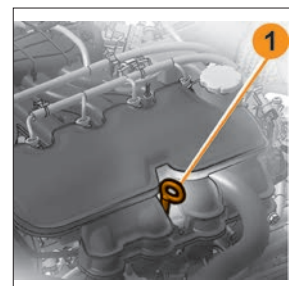

Рис. 4. Проверка уровня масла в картере двигателя
В варианте исполнения автомобиля LADA Vesta для зарядки аккумуляторов внешних периферийных устройств (ноутбук, планшетный компьютер, смартфон) предусмотрена розетка USB (рис. 4, поз. **2**) с номинальным напряжением 5 вольт (V) и номинальным током нагрузки не более 2 ампер (A). Для подключения заряжаемого устройства должен быть использован разъем USB, тип A.